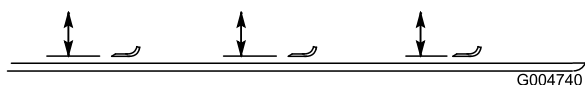

Figura 98
4. Gire la cuchilla hasta que los extremos estén orientados hacia adelante y hacia atrás y mida desde el interior de la carcasa del cortacésped al filo de corte en la parte delantera de la cuchilla (Figura 98).